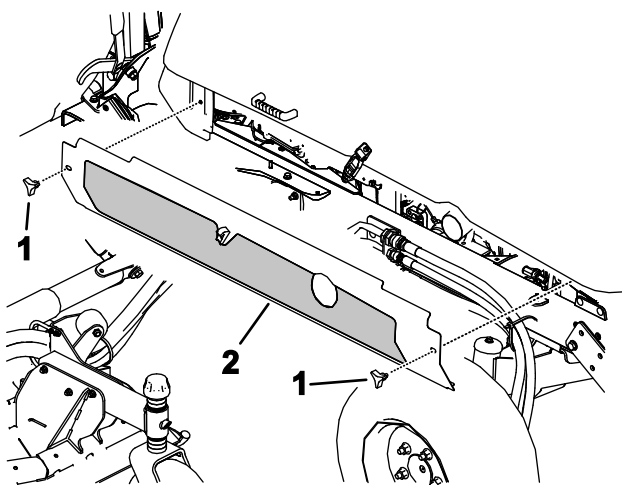

Figure 111
4. Desserrez les boutons et déposez les deux tôles de protection latérales (Figure 111).
5. Reposez les tôles de protection latérales (Figure 111).